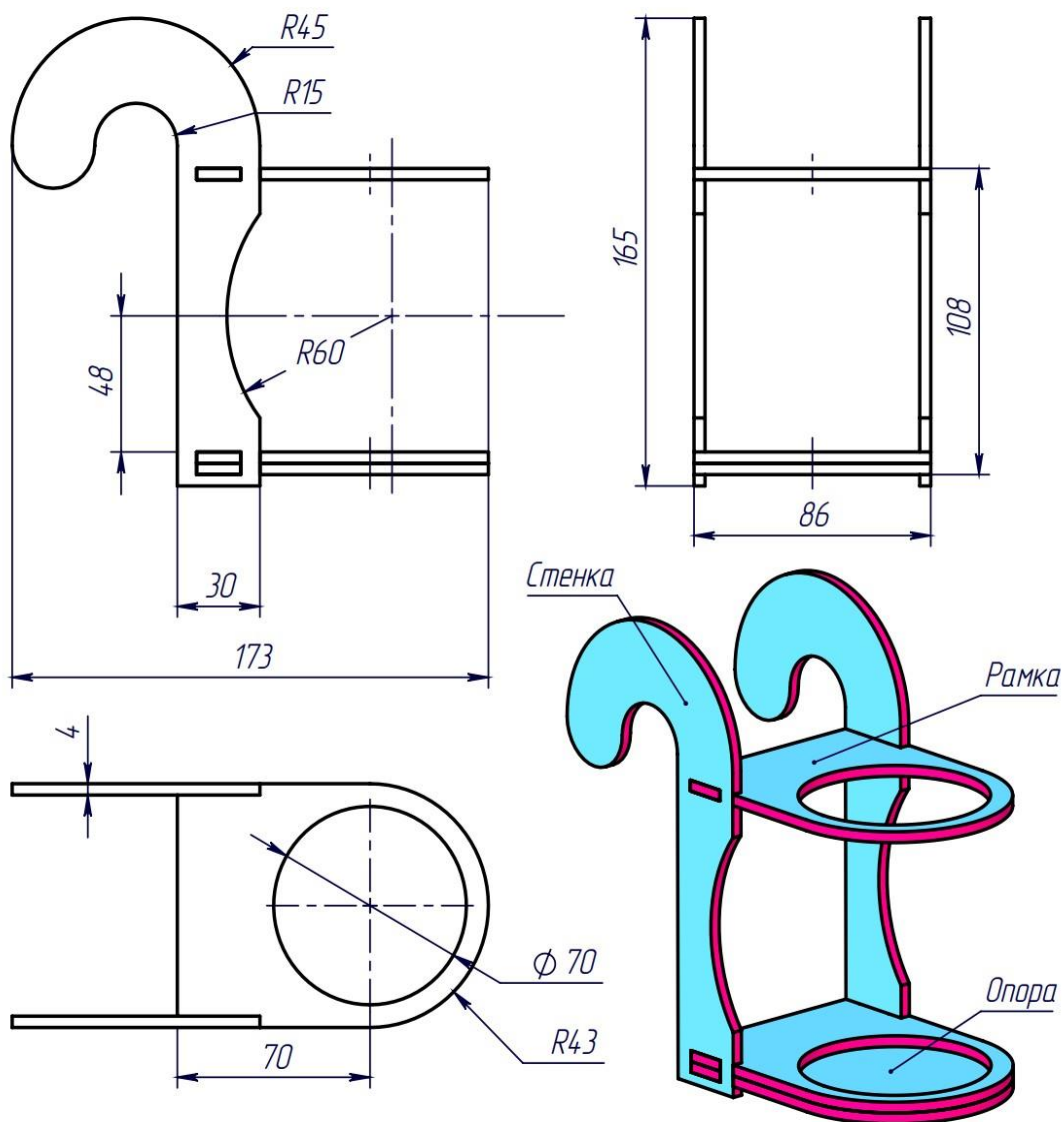

Рисунок 1 – Оригинальная модель изделия «Подстаканник»
- Необходимо использование метода соединения шип-паз для сопрягаемых деталей: Стенка, Рамка, Опора (см. Рисунок 1).
- Со стороны установки стакана предусмотрен вырез (см. Рисунок 1). Внутренний радиус крючка – 15 мм.
со стороны установки стакана предусмотрен вырез (см. Рисунок 1)	1 балл (-ов/а)